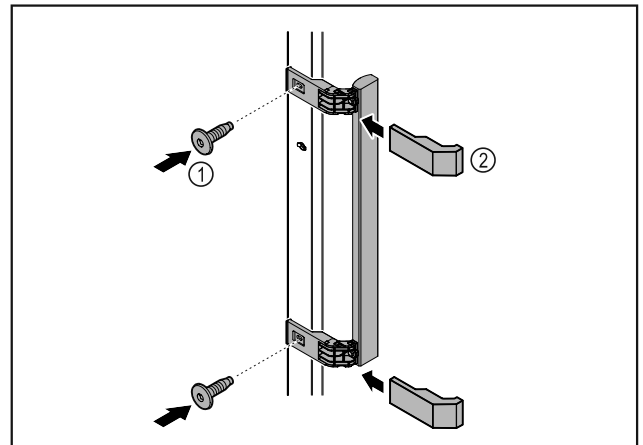

Fig. 3
- Meegeleverde greep met de meegeleverde schroeven Fig. 3 (1) op de deur aanbrengen.
- Afdekking Fig. 3 (2) plaatsen.